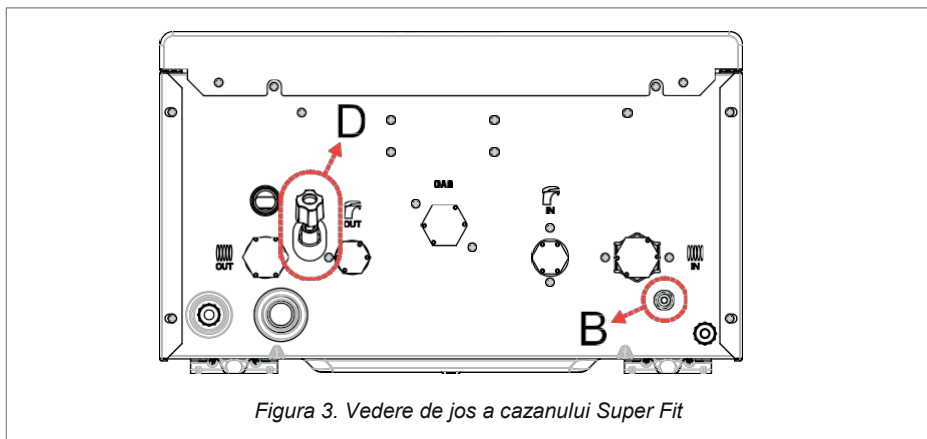

Figura 3. Vedere de jos a cazanului Super Fit
Există un manometru pe capacul frontal al cazanelor Super Fit. După efectuarea tuturor conexiunilor necesare ale cazanului (electricitate, țevi și coș de fum), umplerea se poate face prin robinetul de umplere (D) din partea stângă jos a cazanului (Figura 3).
Dacă presiunea apei scade sub o anumită valoare, pe afișaj apare defecțiunea E04. Deschideți robinetul de umplere (**D**) din Figura 3 pentru a crește valoarea presiunii din sistem. Verificați valoarea presiunii pe manometru pentru a evita supraîncărcarea sistemului. Continuați să umpleți sistemul până când presiunea atinge 1,2 bari, când această valoare este atinsă, închideți robinetul de umplere.